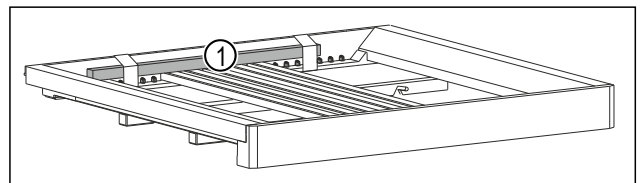

Fig. 6
- ▶ Távolítsa el a farudat Fig. 6 (1).